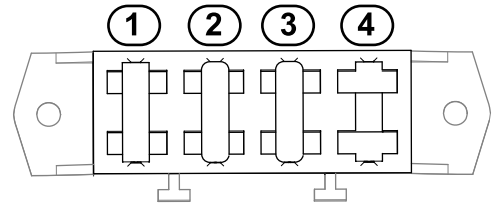

图 22
3. 检查保险丝盒内的保险丝图 22。
4. 如果任何保险丝熔断请使用具有适当电压和电流的保险丝进行更换图 22。请参阅主机维护手册获取指定保险丝的零件号。